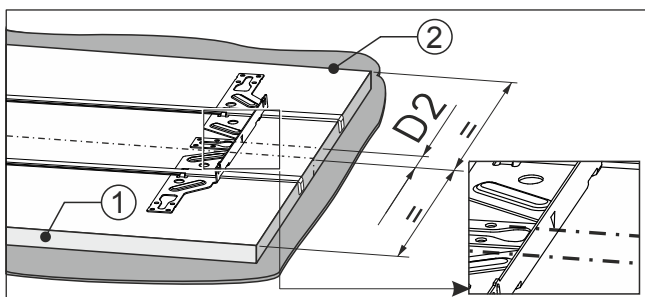

Fig. 94
- ▶ Oznaka montažne prečke je na oznaci Fig. 94 (D2).